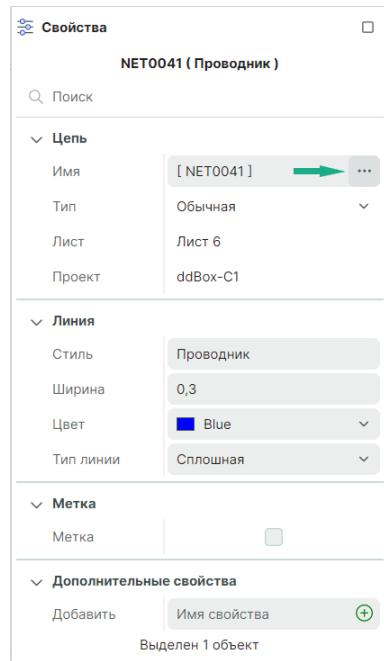

Рис. 109 Переход к переименованию цепи
- Из панели «Свойства» → раздел «Цепь» → пункт «Имя» → символ «***», см. Рис. 109.